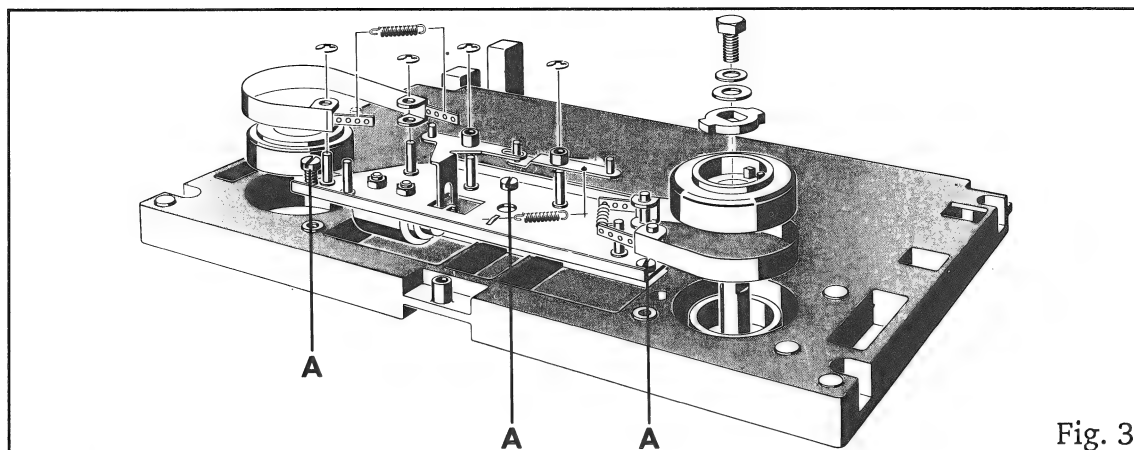

Fig. 3
- Kontrollieren, ob beide Bremssysteme durch die Abhebebolzen gleichzeitig gelüftet werden. Ist dies nicht der Fall, kann das Bremschassis gelöst (drei Schrauben A, Fig.3) und soweit verschoben werden, dass die Bremsbänder gleichzeitig abheben. Falls erforderlich, kann ein Bremseinstellhebel leicht gebogen werden. Zum Einstellen des Bremsmagneten muss dieser erregt sein.